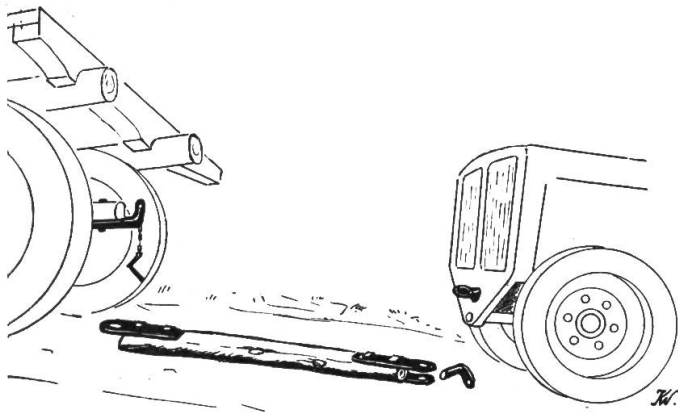

Abb. 3: Vorrichtungen zur Sicherung des Stoß-Sparrens.
- Verwendung von Vorrichtungen zur Sicherung des Stoss-Sparrens (siehe Abb. 3).